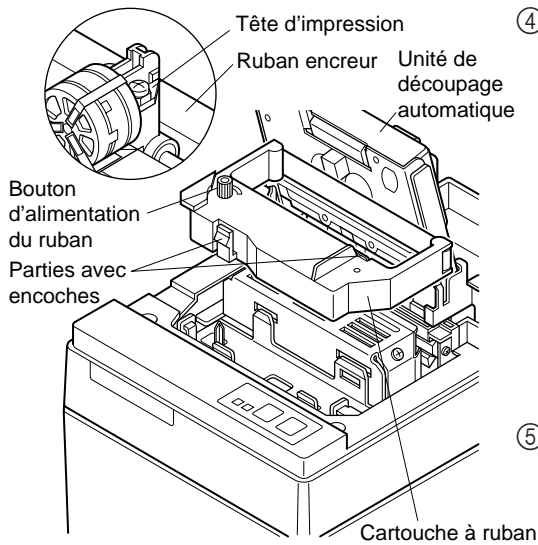

Fig. 4-10 Mise en place de la cartouche à ruban
- ④ Mettez la cartouche à ruban en place dans le sens indiqué dans la figure 4-10 et appuyez légèrement sur la cartouche afin qu'elle se mette en place. Si la mise en place de la cartouche n'est pas satisfaisante, appuyez sur la cartouche tout en faisant tourner le bouton d'alimentation du ruban de la cartouche dans le sens de la flèche.
- ⑤ Pour tendre le ruban, faites tourner le bouton d'alimentation du ruban de la cartouche dans le sens de la flèche.
- ⑥ Refermez l'unité de découpage automatique.
- ⑦ Pour remettre en place le capot, suivez la procédure décrite à l'étape ② dans le sens inverse.